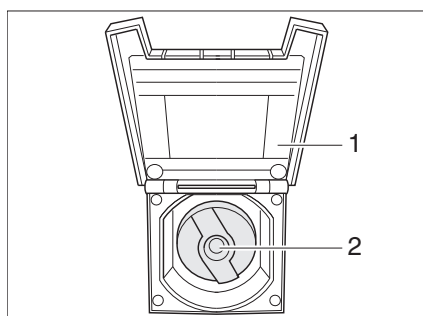

Fig. 215 Couvercle de fermeture pour bec de remplissage d'eau potable
- Ouvrir le couvercle (Fig. 215,1) vers le bec de remplissage d'eau potable.
- Insérer la clé dans le barillet (Fig. 215,2) et la tourner d'un quart de tour dans le sens inverse des aiguilles d'une montre.
- Ouvrir le bec de remplissage d'eau potable (Fig. 215).